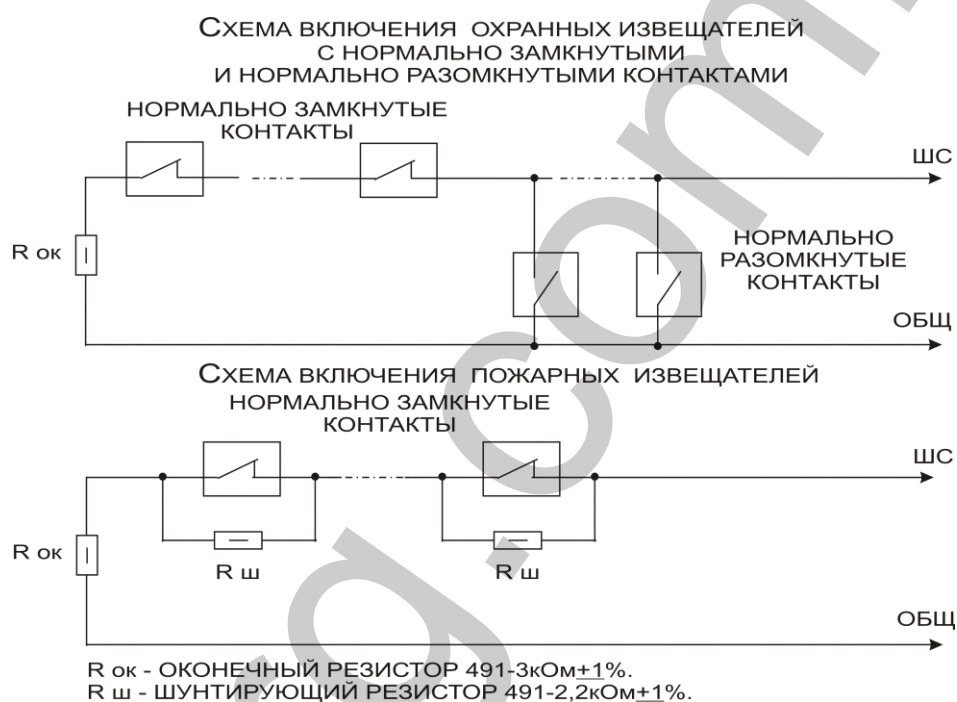

Рисунок 1. Схемы подключения извещателей.
8.4 Подключить оконечные, шунтирующие резисторы и извещатели в шлейф сигнализации согласно рис. 1.